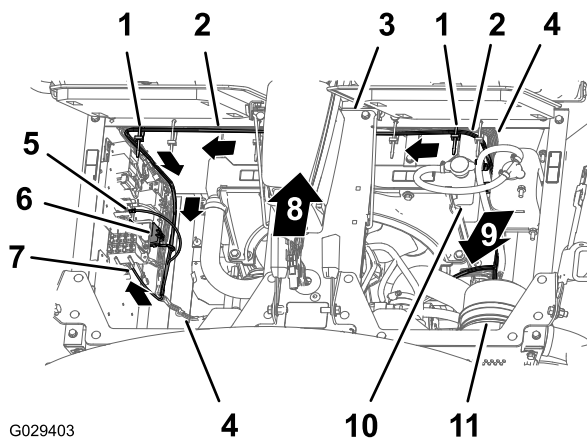

Figura 11
3. Inserite la diramazione del vano motore da 197 cm del cablaggio preassemblato verso il basso lungo il lato sinistro del radiatore e attraverso la parte inferiore del quadro elettrico (Figura 11).
4. Fissate il cablaggio preassemblato per il kit di finitura al cablaggio preassemblato della macchina con 2 fascette per cavi, come illustrato nella Figura 11.